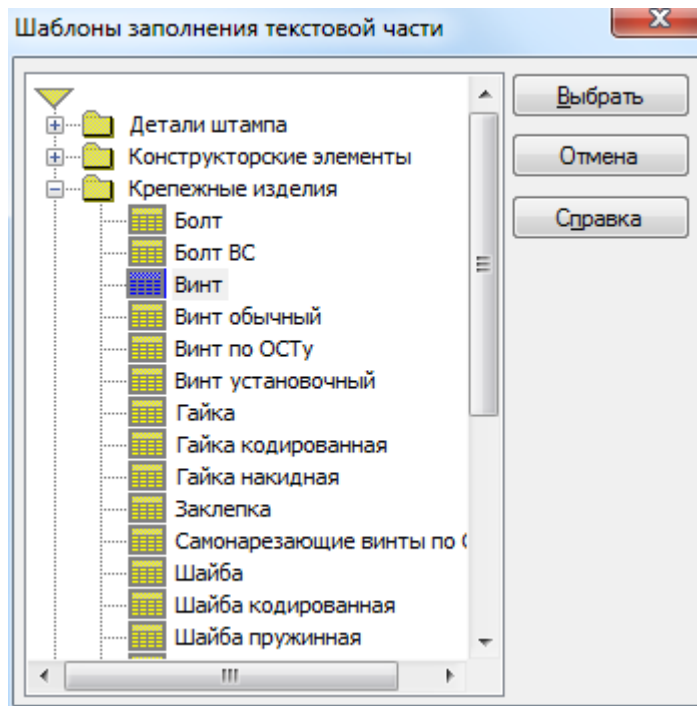

Рисунок24 – Изменение шаблона текстовой части
8. В появившемся диалоговом окне выберите раздел Крепежные изделия ▶ Винт (Рисунок24).